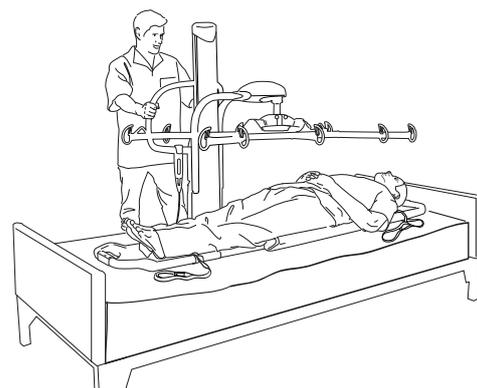

Fig. 4
- 4) Portare il telaio per barella al di sopra del paziente e allineare le etichette dei punti di sospensione del telaio per barella con le cinghie di attacco installate. Abbassare il telaio per barella quanto basta da collegare le cinghie di attacco ai ganci in modo sicuro (vedere Fig. 4).